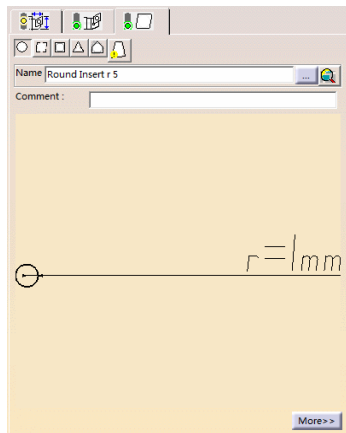

图 6-114 刀片选项卡 (5)
- 单击刀具参数选项卡中的, 切换到刀片选项卡 (5), 设置刀片类型以及刀片参数, 如图 6-114 所示。